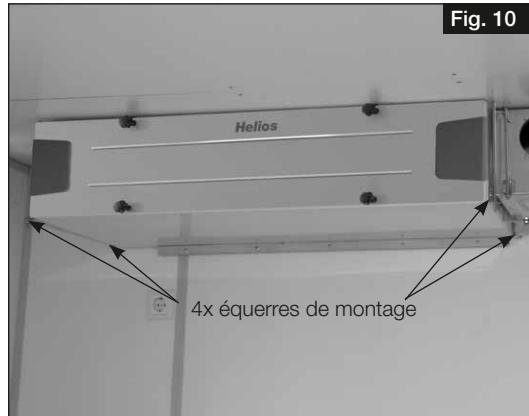
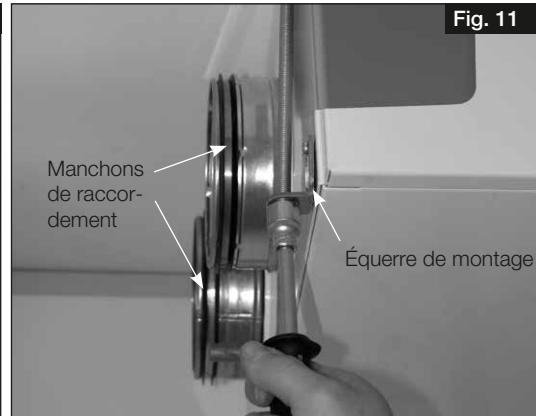

Fig. 10
Fig. 11
2. Fixer l'équerre de montage avec des amortisseurs de vibrations (4x ; inclus dans la livraison) aux parois inférieures avec des vis à tôle (voir Fig. 10 et Fig. 11).
3. Fixer l'unité au plafond à l'aide de tiges filetées M8 (voir Fig. 11).